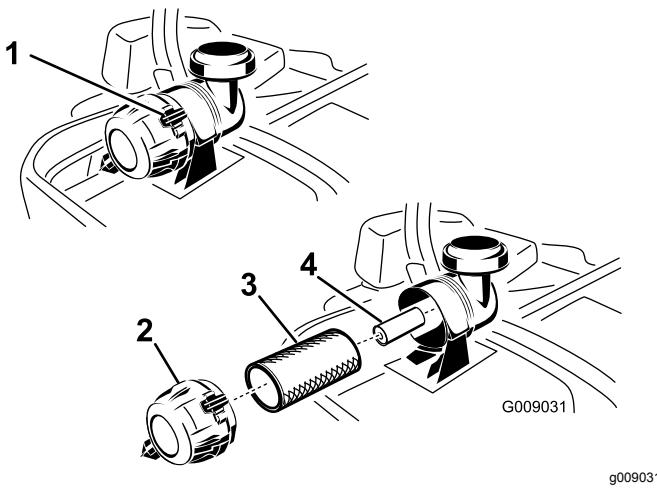

Figura 42
4. Liberte os grampos de retenção do filtro de ar e empurre a cobertura do filtro de ar para fora do corpo do filtro de ar (Figura 42).
6. Empurre suavemente o filtro primário para fora do corpo do filtro de ar (Figura 42).
2. Se substituir o filtro interior, empurre-o com cuidado para o corpo do filtro (Figura 42).
3. Empurre com cuidado o filtro principal sobre o filtro de segurança (Figura 42).
4. Instale a cobertura do filtro com a tampa do respiro para baixo e rode de modo a que os grampos de retenção prendam a cobertura no lugar (Figura 42).